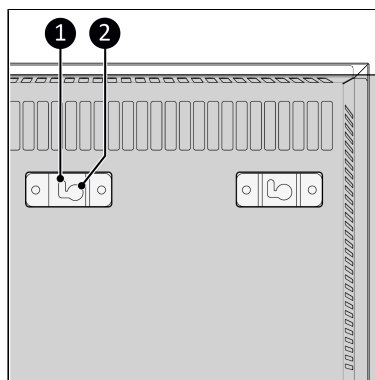

Abbildung 44.
10. Platzieren Sie die Halterungslöcher (Abbildung 44, pos. 2) über die Wandschrauben.
11. Schieben Sie das Gerät nach links und lassen Sie das Gerät in die Öffnung der Halterungen fallen (Abbildung 44, Pos. 1).